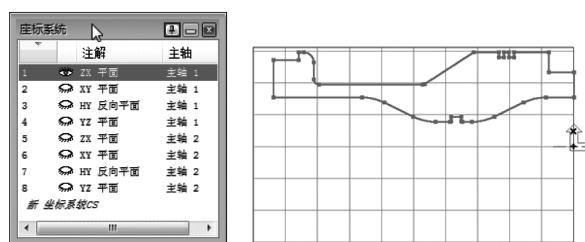

图 4-20 ZX 平面创建几何
3) 创建几何于当前练习的 CS5：ZX 平面，如图 4-20 所示。